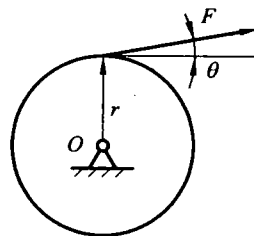

图 2.4
- 将图 2.4 中作用在轮缘上的力 F 等效地平移至轮心, 并写出结果。